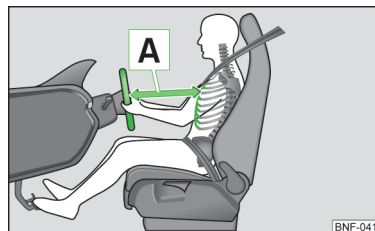

Fig. 1
- ✓ Reglați volanul astfel nct distanța **A** dintre volan și torace să fie de cel puțin 25 cm » fig. 1.